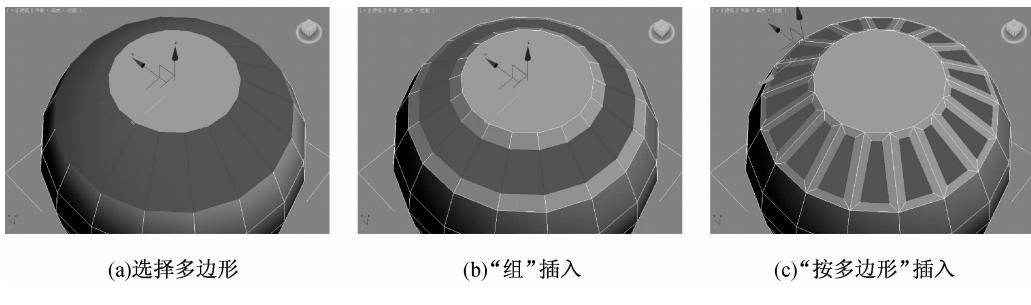

图 5-46 不同的插入效果 ▲
- 插入：在选定多边形的平面内插入新的多边形。单击此按钮，在视图中垂直拖动任何多边形，可以插入新的多边形；也可以单击右边的  按钮，在弹出的“插入多边形”对话框中设置不同的插入类型和插入量，如图 5-46 所示为两种不同的插入类型的效果。